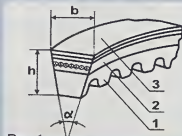

Рис.1
Ремни ХОРС изготавливаются из современного материала на основе каучуков (1) (см. рис.1). Повышение надежности ремней ХОРС обеспечивается высокопрочным полиэфирным кордом (2), уложенным внутри ремня, и покрытием из прорезиненной ткани (3). Все элементы ремня имеют повышенную стойкость к воздействию масла, температуры и к механическому износу (подробнее в журнале «За рулем №11-2002 г.»).